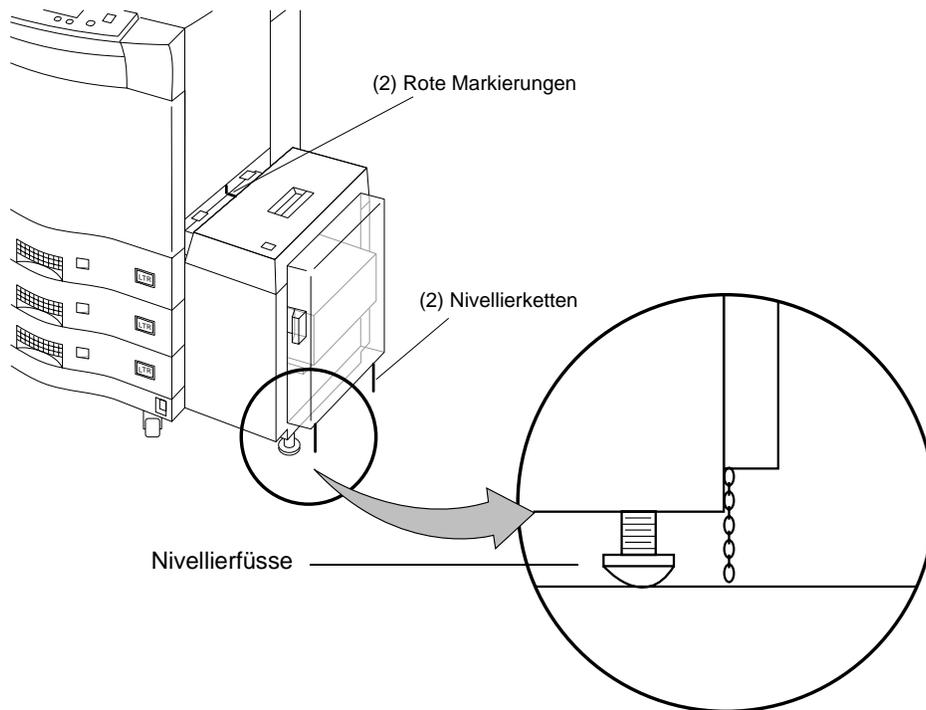

Abbildung 4-9 HLZ-Einheit ausrichten
2. Richten Sie die Nivellierfüße des HLZ-Podests so aus, daß die beiden Nivellierketten gerade den Boden berühren. Siehe Abbildung 4-9.